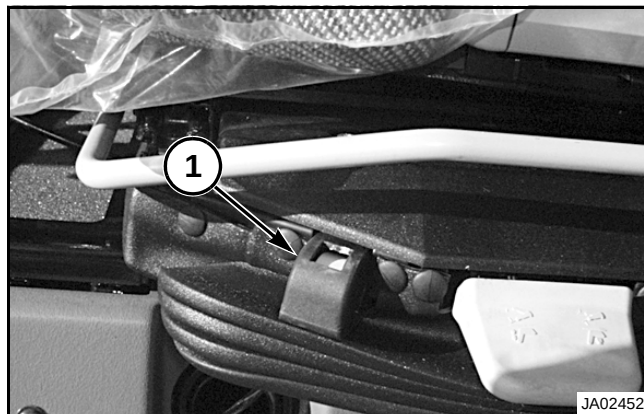

FIG. 15
- La palanca de ajuste de profundidad del cojín del asiento (10) cambia la posición del cojín del asiento (si tiene). Tire de la palanca hacia arriba y deslice el cojín del asiento hacia delante o hacia atrás hasta la posición deseada y suelte la palanca. Asegúrese de que la palanca trabe el cojín del asiento en posición.
- El apoyacabeza (11) puede levantarse o bajarse según sea necesario.
FIG. 15: El indicador (1) de ajuste vertical está localizado en el frente del lado derecho del asiento del operario. Con el operador sentado, ajuste el asiento verticalmente de manera que la banda de colores permanezca dentro de la zona verde. Si queda dentro de la zona amarilla, baje o suba la suspensión para llevar el indicador hasta la zona verde.